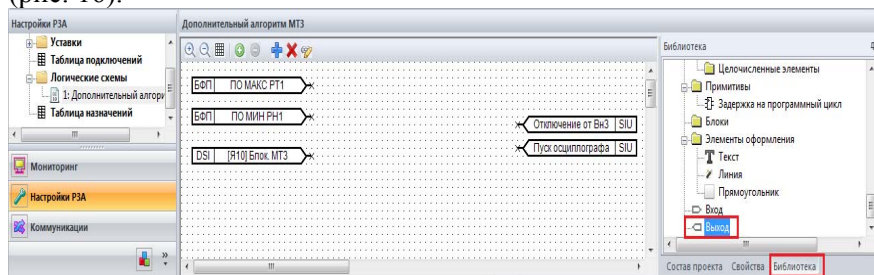

Рис. 16. Добавление элемента выход
13. Создать выходной сигнал. Для этого выбрать элемент «Выход» во вкладке «Библиотека», в папке «Элементы оформления» (рис. 16).